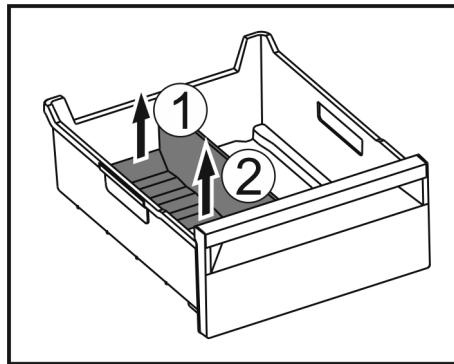

Fig. 54
- Fig. 54 (1)
- Odoberte oddelovač zásuvky na ľad nahor. Fig. 54 (2)